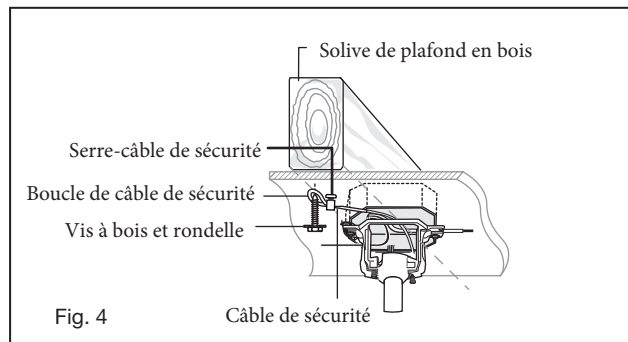

Fig. 4
- 9 Soulevez la boule / tige de suspension / ventilateur dans l'ouverture du support de suspension. REMARQUE: La languette opposée à l'ouverture du support de suspension doit s'insérer dans la fente de la boule. (Fig.4)
Un flux d'air VERS LE HAUT déplace l'air plus chaud de la zone du plafond comme illustré à la figure 4. Cela vous permet de régler votre unité de chauffage sur un réglage plus frais sans affecter votre confort.